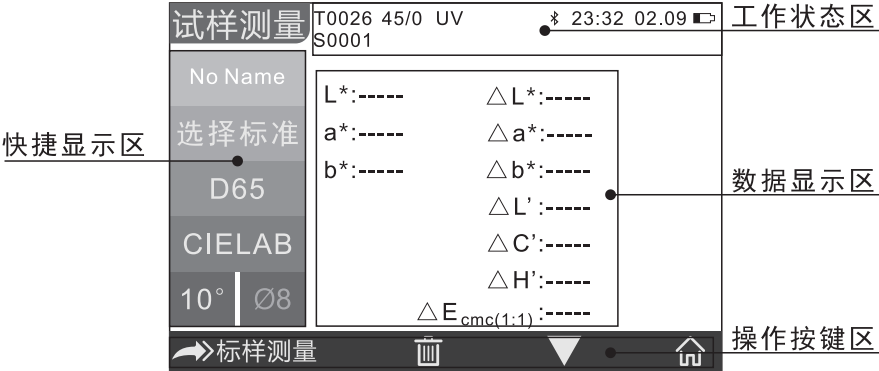
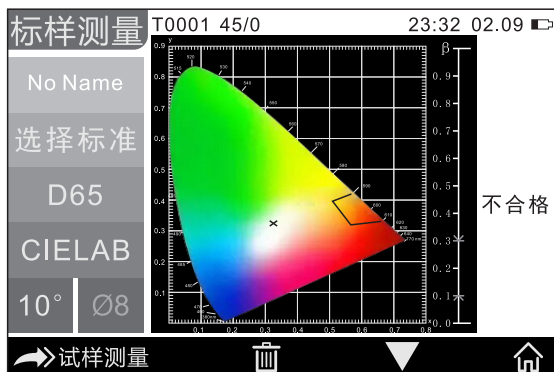

图7 色度测量界面
图8B 交通路标信息界面
如图7所示, 测量界面的上部为工作状态区, 仪器设置的测量模式、蓝牙状态、UV等状态均在此处实时显示。测量界面左侧部分为快捷显示区, 可以点击对应的快捷键, 使测试数据快速的进行切换。测量界面中间部分为数据显示区, 仪器根据当前用户的设置, 显示对应的色度数据。测量界面底部为操作按键区, 通过点击对应的操作按键实现对当前数据的操作。图8A、9分别为光谱显示区和颜色指数区, 通过点击下翻键“”快速切换。
若系统设置的交通路标测量是关闭状态，图7中的“选择标准”会置灰，点击快捷键无反应；若系统设置的交通路标测量是打开状态，图7中的“选择标准”会正常显示，点击快捷键会进入交通路标选择界面。图8A光谱显示界面也会变成交通路标信息，如图8B所示。
(16) β ：交通路标亮度因数，只要测定数值在设定范围内才提示合格，否则不合格。如图8B所示。
点击“▼”进行翻页，可在如图8B所示界面查看测量标样的色品坐标是否在交通路标标准的多边形内，以及 β 值是否在交通路标标准的 β 值允许范围内，两项均符合才认为合格，否则不合格。